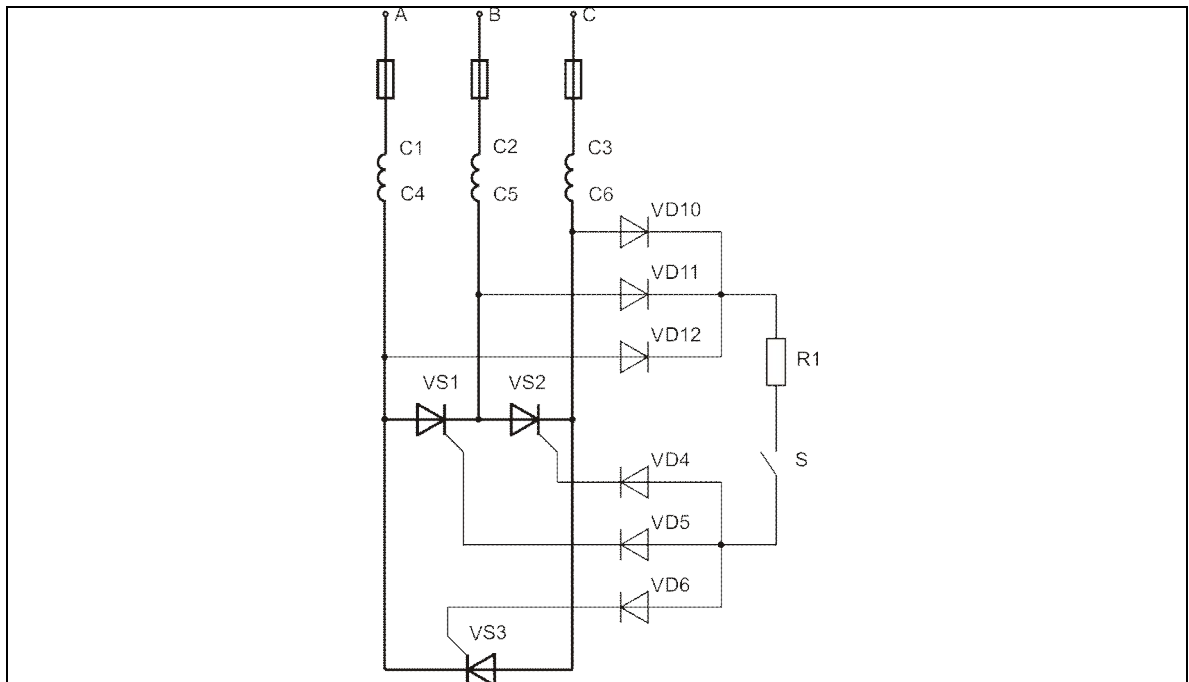

Рис. 4
4. Определить состав схемы (рис. 4), найти элементы схемы на щите. Собрать схему, проверить работу двигателя в процессе пуска. Продемонстрировать работу